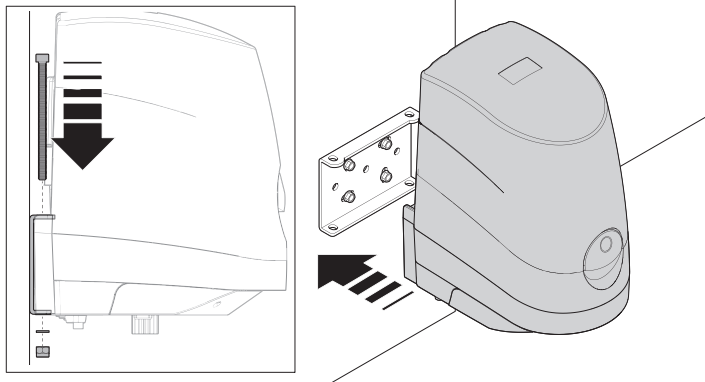

Abb. 7
01. Den Getriebemotor unter Verwendung der mitgelieferten Schrauben, Scheiben und Muttern wie auf **Abb. 7** gezeigt am Bügel befestigen;